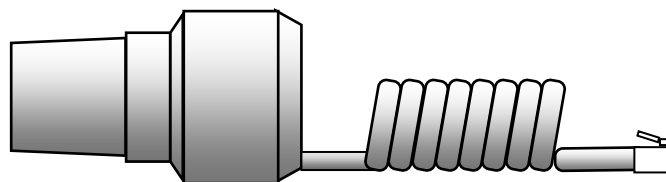

Рис. 3 -
4.2 На рис. 1 и 2 показан внешний вид крышек для подачи газовой смеси, а на рис. 3 – ПИП кислорода с датчиком ДК-21.